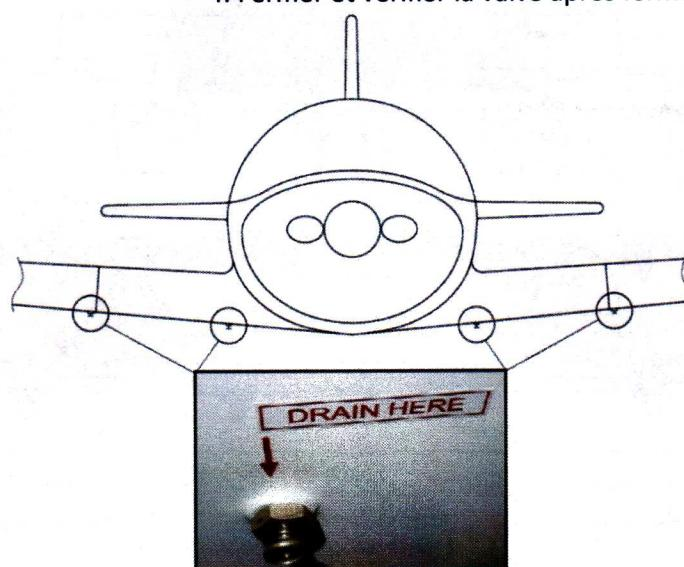

Fig. 4.4-2 Purges des réservoirs
3. Purger une petite quantité d'essence en appuyant sur la valve (fig. 4.4-2) pour enlever l'éventuelle eau accumulée.